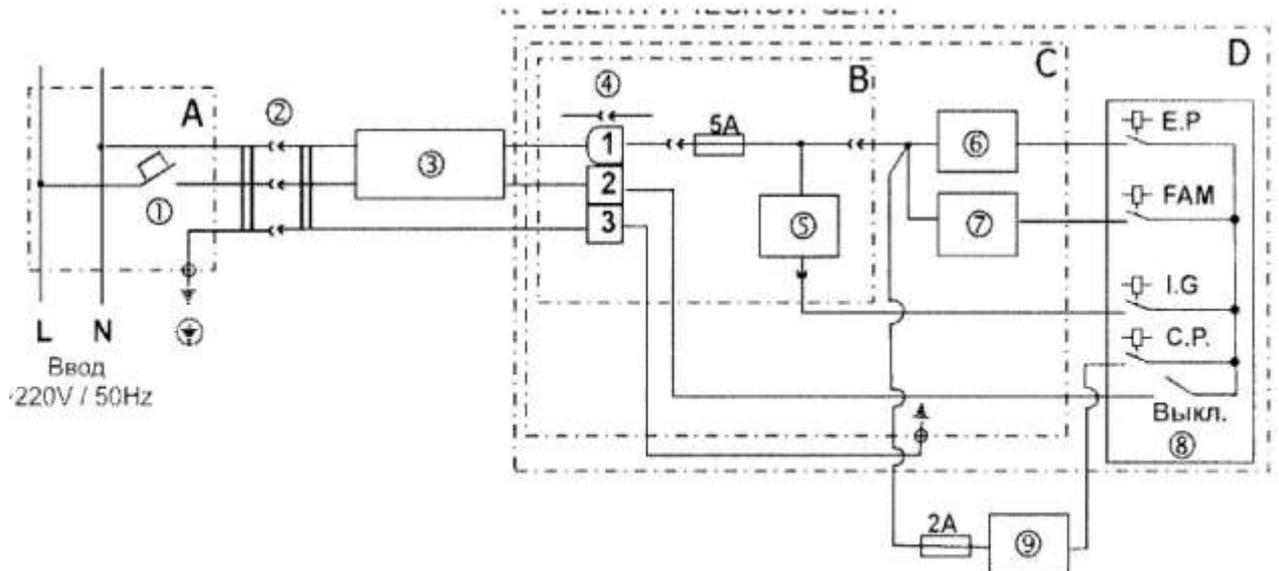
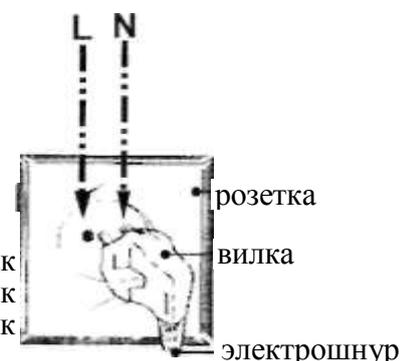

Рис. 34.1.
Рис.35.2
2. Подключение котла к электрической сети. (Рис. 34.1.)
2.1. Подключение котла к электрической сети отапливаемого объекта выполняется, как показано на схеме подключения котла к электросети (см. рис. 34.1. и рис. 35.2.).
должно питаться от одного источника электроэнергии и выключаться при помощи одного выключателя (см. рис. 34.1.).
3.3. Подачу электропитания на котел выполняет электрический соединитель, состоящий из розеточной и вилочной частей, см. рис. 34.1. поз. 2, и рис. 35.2. Включение/выключение электропитания автоматики котла выполняет выключатель на блоке управления. Однако, когда выключатель на блоке управления находится в положении "Выключено", электропитание продолжает обеспечивать работу узла безопасности котла.
6.1. Коммутация проводов на электророзетке выполняется, как показано на рис. 35.2. Слева от лицевой стороны электророзетки к контактному винту подключается фазовый провод "L", справа к контактному винту подключается нулевой провод "N".
Примечание. Проверка подключения электровилки к электророзетке проверяется по фазовой линии от электророзетки до электрической части котла. В комплекте котла поставляется электрошнур с электровилкой с зануляющим контактом с одной стороны и с разъемным соединением 3PIN с другой стороны. Контакт "2" разъемного соединения 3 PIN (см. поз.4 на "Схеме подключения котла к электрической сети", рис. 34.1.) через питающий провод соединяется с штифтом "L" электровилки (см. рис. 35.2.). Штифт "L" электровилки соединяется с гнездом "L" электророзетки.